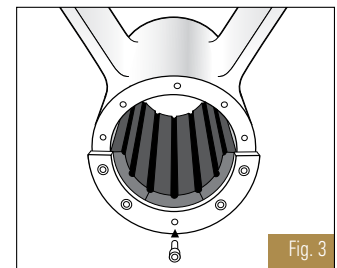

Fig. 3
4. **Instale el mecanismo de compresión en la mitad inferior** y ajuste ligeramente los pernos. (Fig. 3).